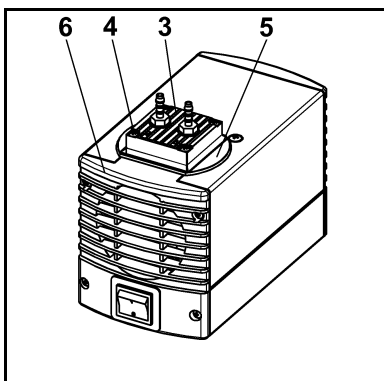
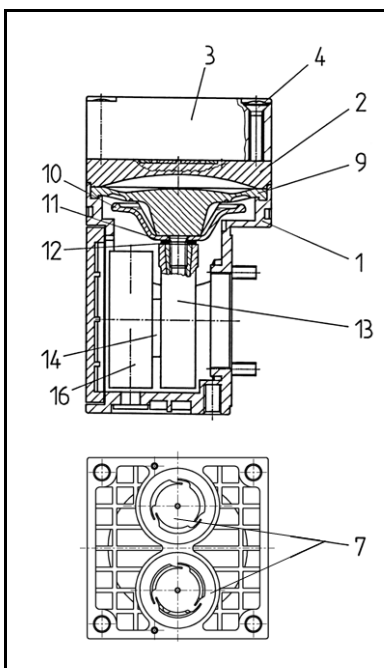

Fig. 5: smontaggio della testata
Fig. 6: testata
1. Segnare la posizione della testata (fig. 5/3), della copertura (5) e del coperchio della carcassa (6) con un tratto di matita continuo. Così facendo, si previene l'errato rimontaggio dei componenti in un secondo momento.
2. Allentare le quattro viti della testata (4) e smontare la testata (3) insieme alla copertura (5) dalla carcassa della pompa.
3. Segnare la posizione della piastra intermedia (2) e della carcassa (1) con un tratto di matita continuo.
4. Rimuovere la piastra intermedia (fig. 6/2) dalla carcassa (1).
1. Rimuovere le valvole con o-ring (fig. 6/7) dalla piastra intermedia (2).
2. Verificare che le sedi valvola, la piastra intermedia (2) e la testata (3) siano pulite; in caso di aplanarità o graffi, sostituire questi componenti.
3. Inserire le nuove valvole con o-ring (7) nelle apposite sedi sulla piastra intermedia (2); le valvole con o-ring per il lato mandata e aspirazione sono identiche e così pure il lato superiore e inferiore delle valvole con o-ring.
4. Accertarsi che le valvole con o-ring (7) non siano eccessivamente serrate muovendole leggermente in orizzontale.